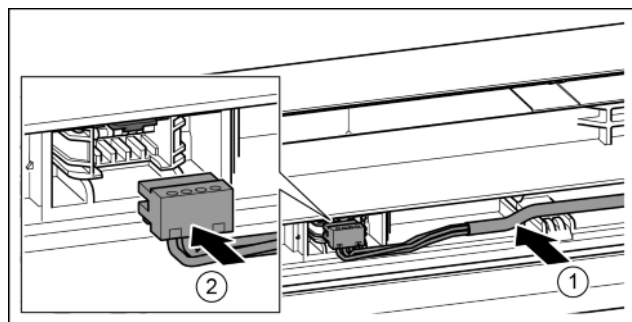

Fig. 35
- Вставить серый кабель в направляющую в верхней двери. Fig. 35 (1)
- Зафиксировать штекер. Fig. 35 (2)